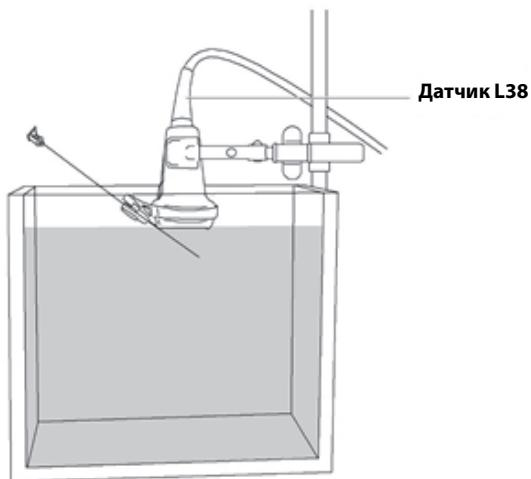

Рис. 2 Датчик L38 с иглой в испытательной жидкости
- ▶ Резервуар, наполненный испытательной жидкостью (код All World Scientific 3480) или дистиллированной водой. См. Рис. 2 «Датчик L38 с иглой в испытательной жидкости» на стр. 178.
- 7 Погрузите иглу в резервуар с испытательной жидкостью или дистиллированной водой до появления ультразвукового изображения иглы на дисплее системы (см. Рис. 2 «Датчик L38 с иглой в испытательной жидкости» на стр. 178).